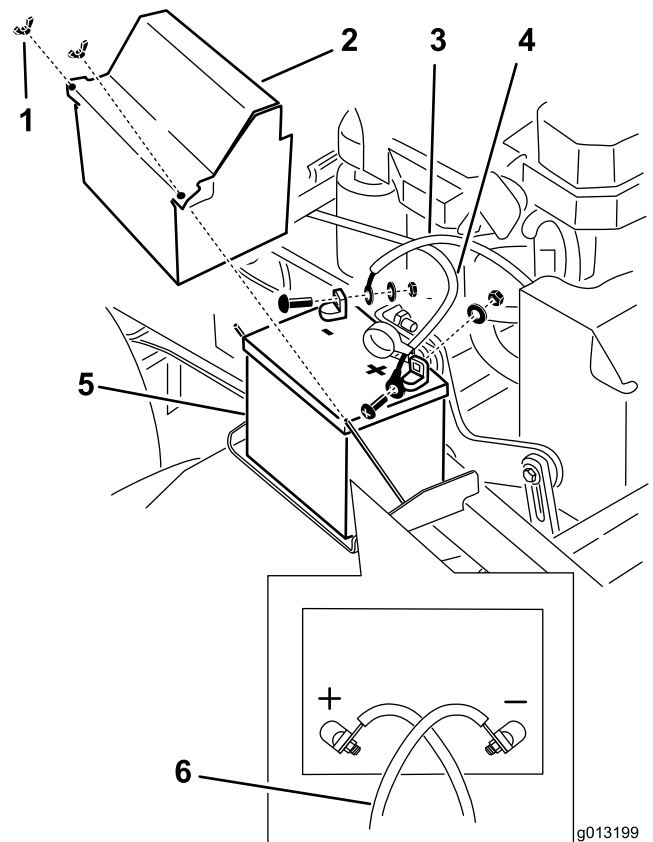

Figura 51
3. Desconecte el cable negativo del borne negativo (-) de la batería (Figura 51).
5. Retire el cable positivo (rojo) de la batería (Figura 51).
6. Retire la pletina de sujeción de la batería (Figura 51), y retire ésta.
1. Coloque la batería en la máquina (Figura 51).
3. Conecte primero el cable positivo (rojo) al borne positivo (+) de la batería con una tuerca, una arandela y un perno (Figura 51). Deslice la cubierta de goma sobre el borne.
4. Conecte el cable negativo y el cable de tierra al borne negativo (-) de la batería con una tuerca, una arandela y un perno (Figura 51).
**Nota:** Los cables de la batería se cruzan cuando están correctamente instalados (Figura 51).